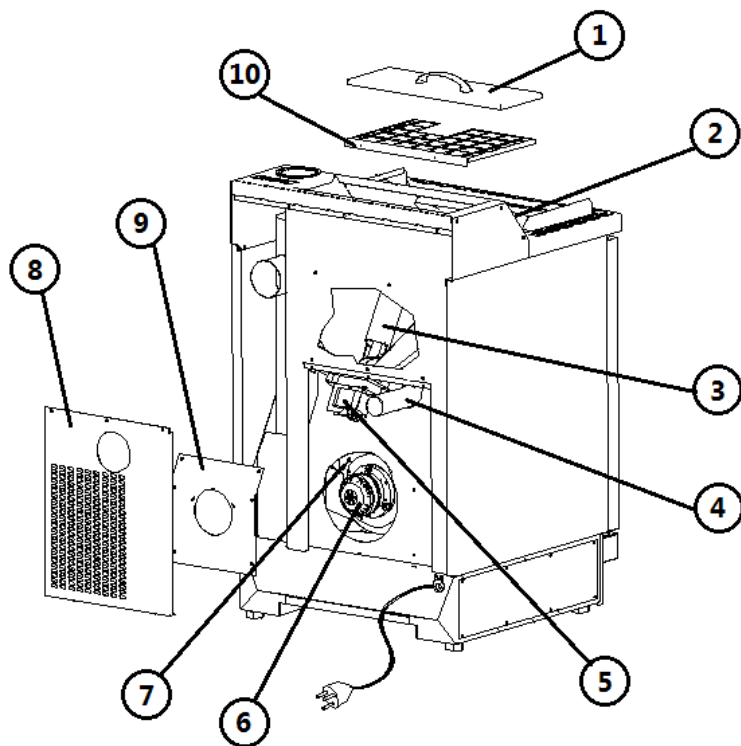

Fig. 36 - Achteraanzicht
LEGENDE Fig. 36 op pag. 69
- Draai de 3 schroeven van het inspectiepaneel + de 6 schroeven van de carter van de afzuiger los (zie **Fig. 36 op pag. 69**).